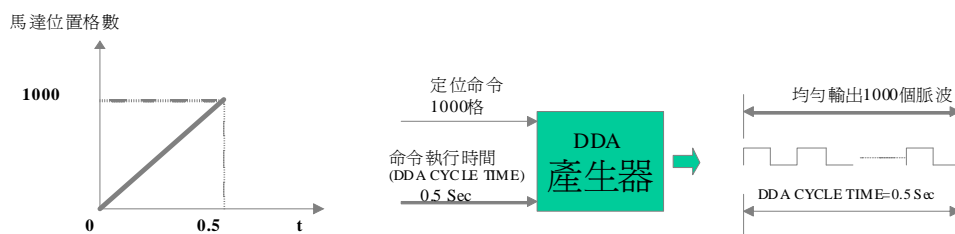
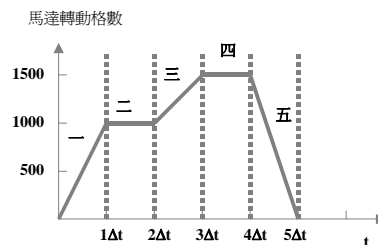

Fig.1-3
Fig.1-4
註 1；DDA 請參考Fig.1-3，Fig.1-4
註 5: DDA產生器原理參考下圖Fig.1-3及Fig.1-4
註:參考Fig.1-3，Fig.1-4
- 註:參考Fig.1-3，Fig.1-4